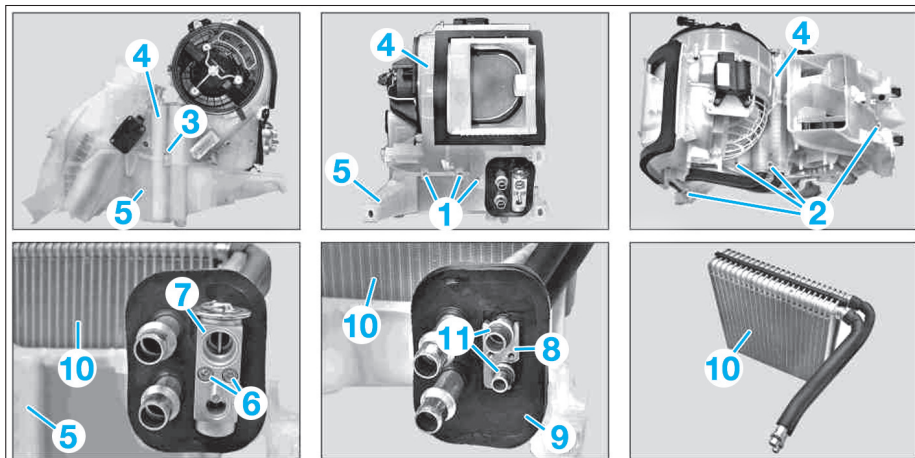

FIG. 25
- Déposer les vis (1), (2) et (3) (**Fig.25**).